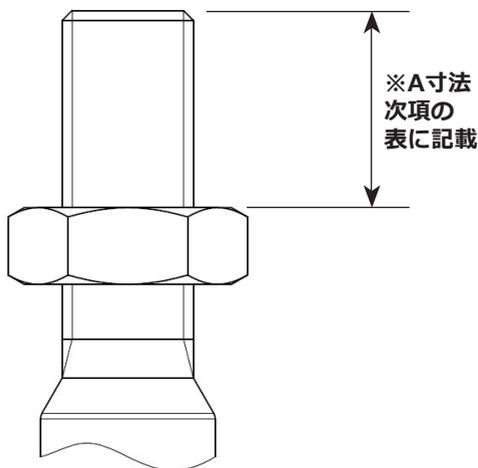

図3. ねじのかみ合い寸法
- 関連するバルブとアクチュエータの組み合わせに応じて、バルブ システム ロック ナットを正しいねじかみ合い寸法「A」(図 3 および 14 および 15 ページの表) に設定します。